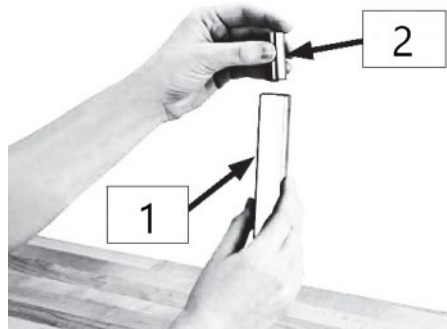

Fig. 4 – Inserción de la barra espaciadora en el soporte de rodillos
1. Inserte la barra espaciadora del soporte en la parte inferior del soporte inferior del rodillo, como se muestra en la fig. 4.